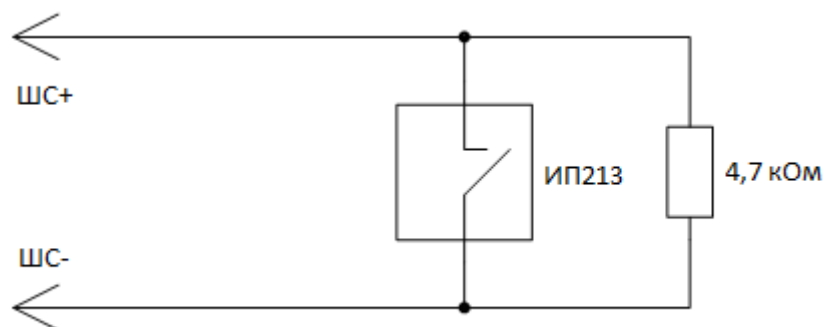

Рисунок 2
2.2.5 Рисунок 2 - пример подключения извещателя в шлейф сигнализации прибора приемно-контрольного охранно-пожарного (ППКОП) «Сигнал-20» фирмы Болид.